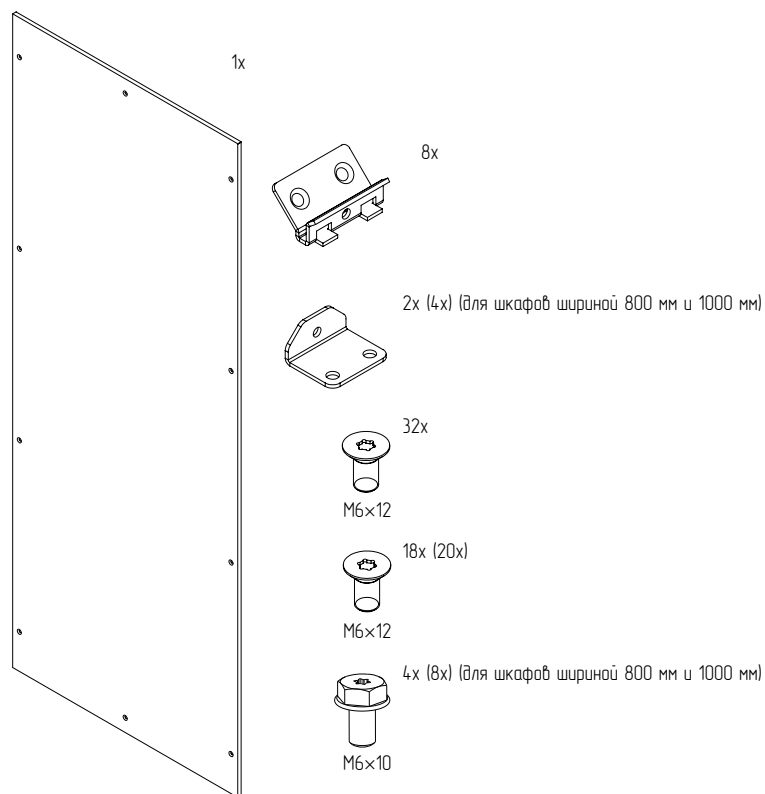

Рисунок 15
4.4.2 Проверить комплектность (рисунок 15).